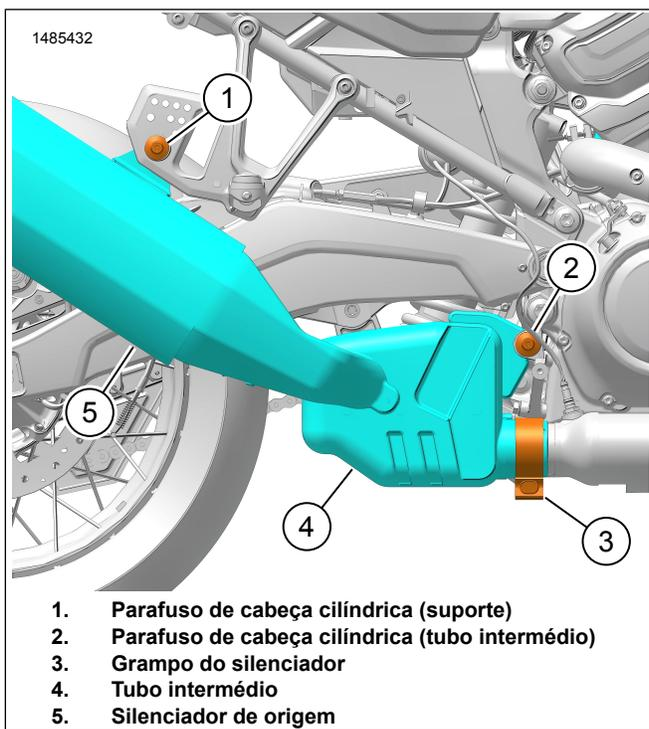

Figura 3. Unidade de Escape de Origem
1. Figura 3 Afrouxar a abraçadeira do silenciador (3).
2. Remover o parafuso de cabeça cilíndrica (2) do suporte do tubo intermédio. Guarde para uso posterior.
3. Remover o parafuso de cabeça cilíndrica (1) do suporte e descartá-lo.
- a. Descartar a abraçadeira de origem do silenciador (3).